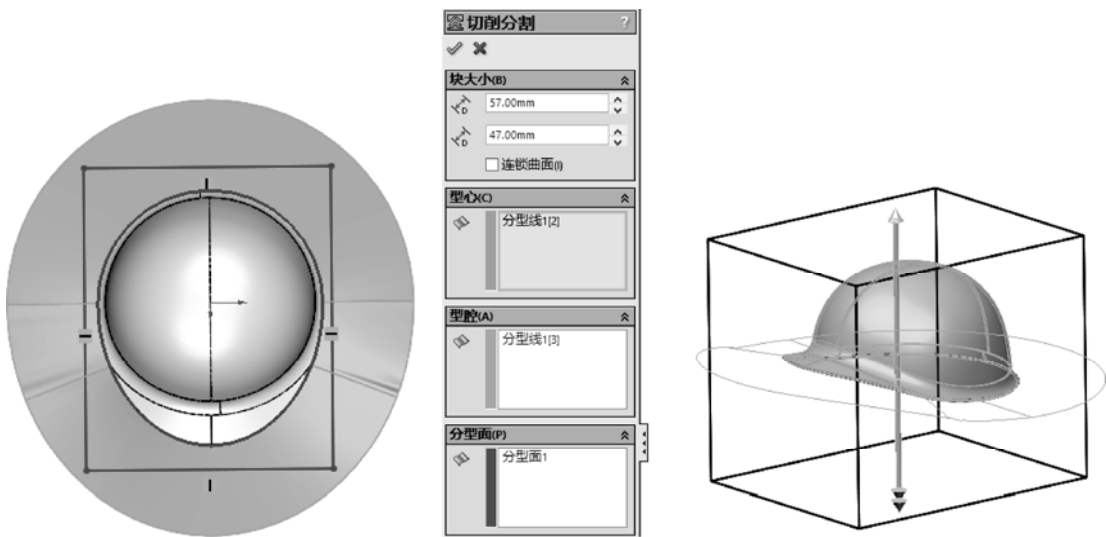

图 5-38 创建型腔、型芯操作
STEP 4 单击“模具工具”工具条的“切削分割”按钮，选择“上视基准面”绘制如图 5-38 左图所示的矩形（矩形边缘应包含分型线，并小于分型面的边缘），完成后系统自动打开“切削分割”属性管理器，并显示模具的范围，如图 5-38 右面两个图所示，在“切削分割”属性管理器中，系统自动选好了型芯、型腔和分型面，按照图示设置好模具实体两侧延伸的长度，单击“确定”按钮。